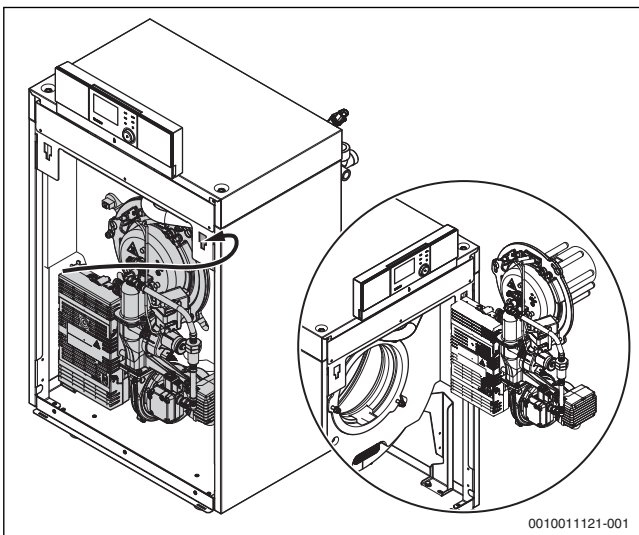

Bild 77 Brenner in Wartungsposition
- ▶ Brenner in Wartungsposition einhängen (T-förmiger Ausschnitt in der Verkleidung oben rechts/links) (→Bild 77, Seite 47).